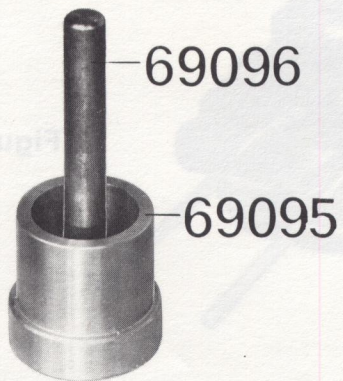

Figure 54
- Même opération qu'au paragraphe précédent, mais sans le guide n° 69096, et en utilisant le petit diamètre de la chasse n° 69101 (figure 54).